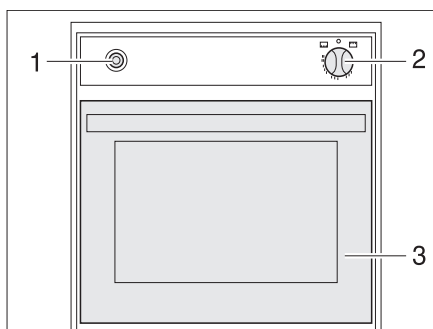

Fig. 134 Four à gaz
- Ouvrir complètement la porte du four (Fig. 134,3).
- Enfoncer légèrement le bouton tournant (Fig. 134,2) et le placer sur "  (four) ou "  (grill).
- Enfoncer le bouton tournant (Fig. 134,2) et le maintenir enfoncé pendant 5 à 10 secondes. Le gaz s'écoule vers le brûleur.
- Appuyer plusieurs fois sur l'interrupteur d'allumage (Fig. 134,1) jusqu'à ce que la flamme se consume.
- Tourner le bouton tournant (Fig. 134,2) sur "  ". La flamme s'éteint.